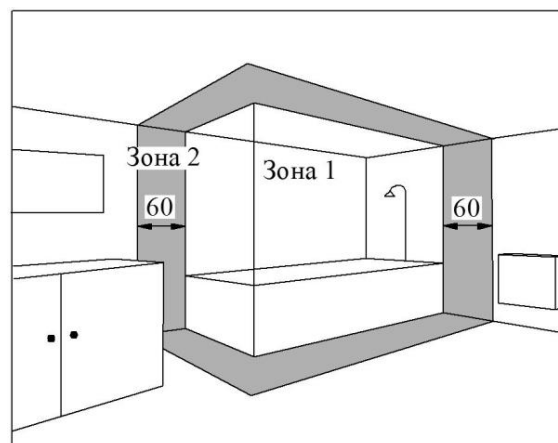

Рис. 5
5.5 Конвекторы с исполнением оболочки IP24 допускается устанавливать в ванных комнатах, душевых, бассейнах (см. рис.5. При этом установка конвектора запрещается: